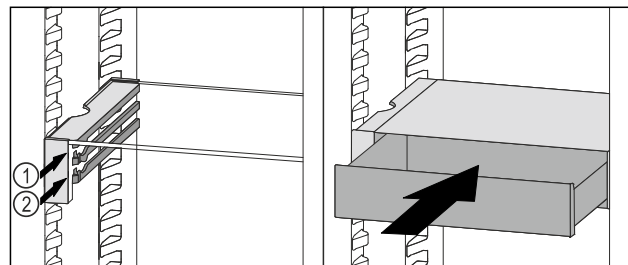

Fig. 99
- ▶ VarioSafe-Schubfach hinter den Stoppern auf gewünschter Rippe Fig. 99 (1) oder Fig. 99 (2) aufsetzen.